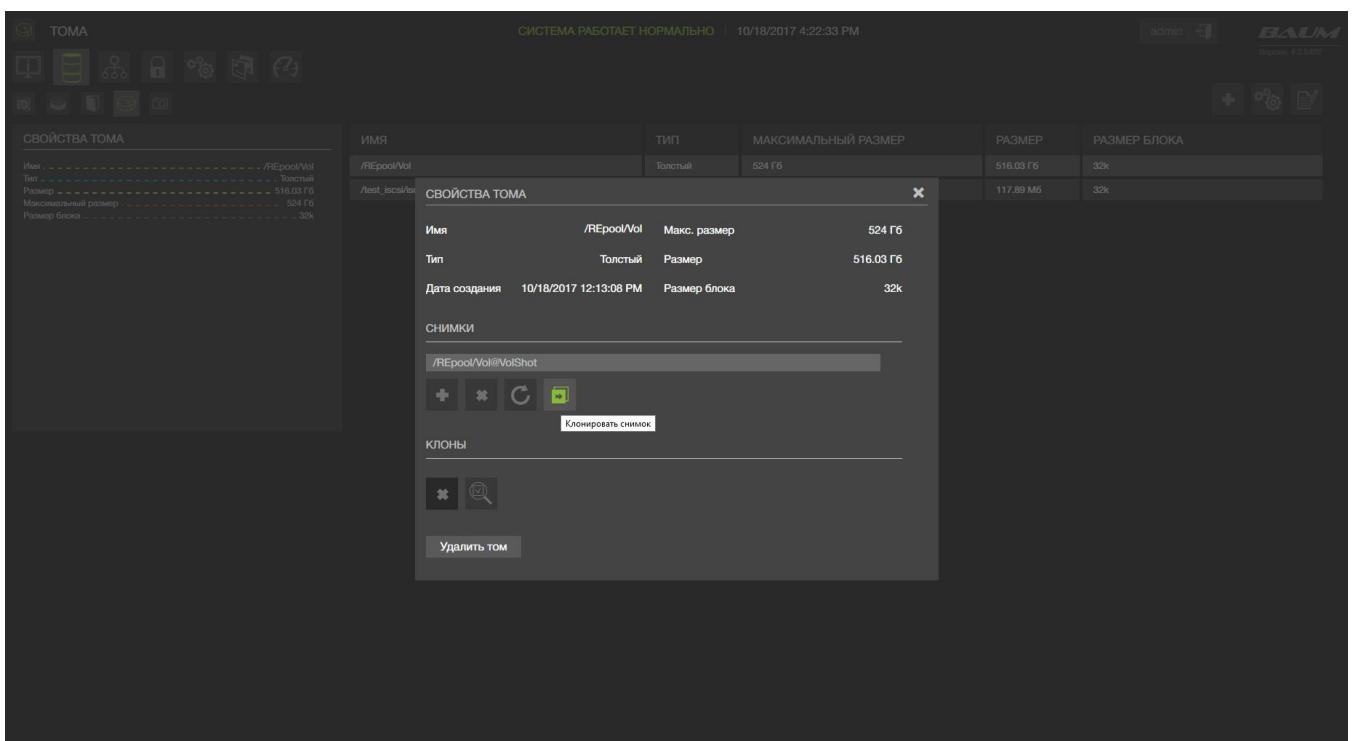

Рисунок 83 – Свойства тома
- 4) Нажать на кнопку «Клонировать снимок» (см. Рисунок 83)